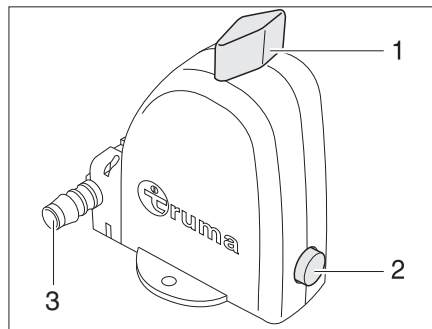

Bild 307 Varmvattenberedarens säkerhets-/avtappningsventil - Driftsläge
Varmvattenberedaren är utrustad med en säkerhets-/avtappningsventil (Bild 307). Säkerhets-/avtappningsventilen gör så att vattnet i varmvattenberedaren inte kallnar när det är frost och värmen inte är påslagen.
- ▷ Säkerhets-/avtappningsventilens tömningsrör (Bild 307,3) måste alltid vara fritt från smuts (t.ex. löv, is).
- Vrid vredet (Bild 307,1) 90° längs mot säkerhets-/avtappningsventilen. Tryckknappen (Bild 307,2) hoppar ut. Varmvattenberedaren töms utåt via tömningsröret (Bild 307,3) på säkerhets-/avtappningsventilen.
- Vrid vredet (Bild 307,1) 90° diagonalt mot säkerhets-/avtappningsventilen.
- Tryck in tryckknappen (Bild 307,2).